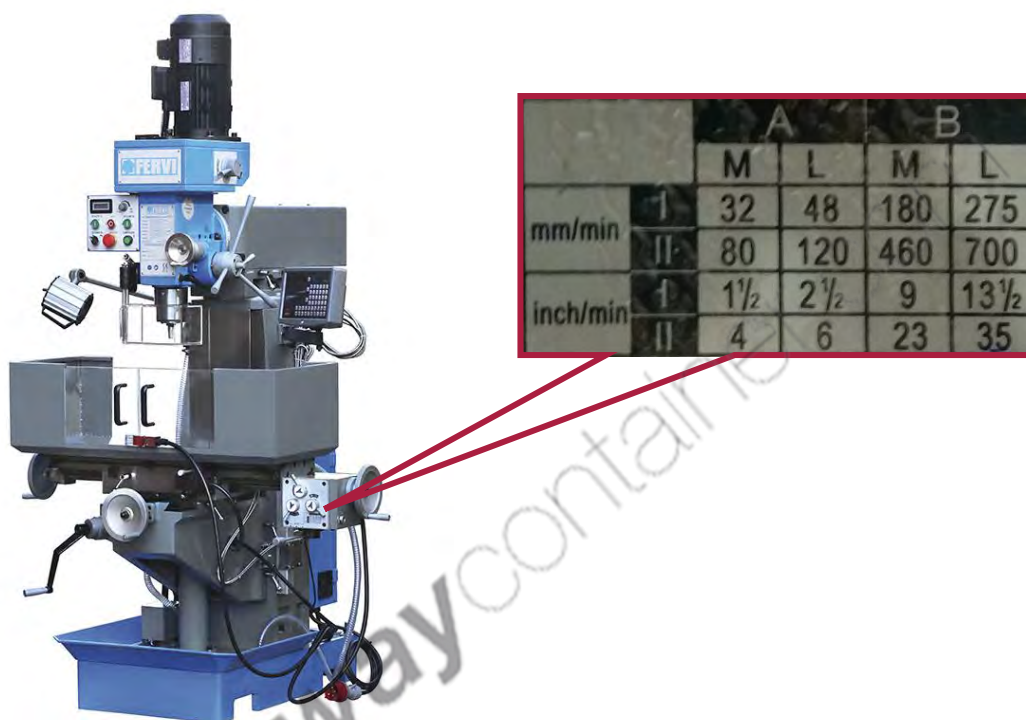
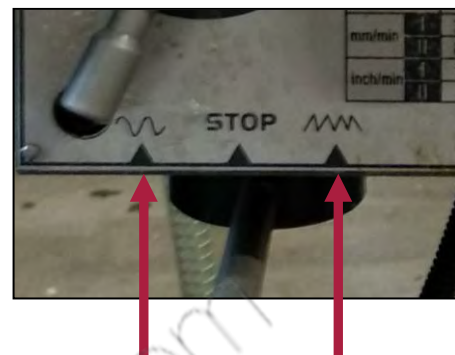
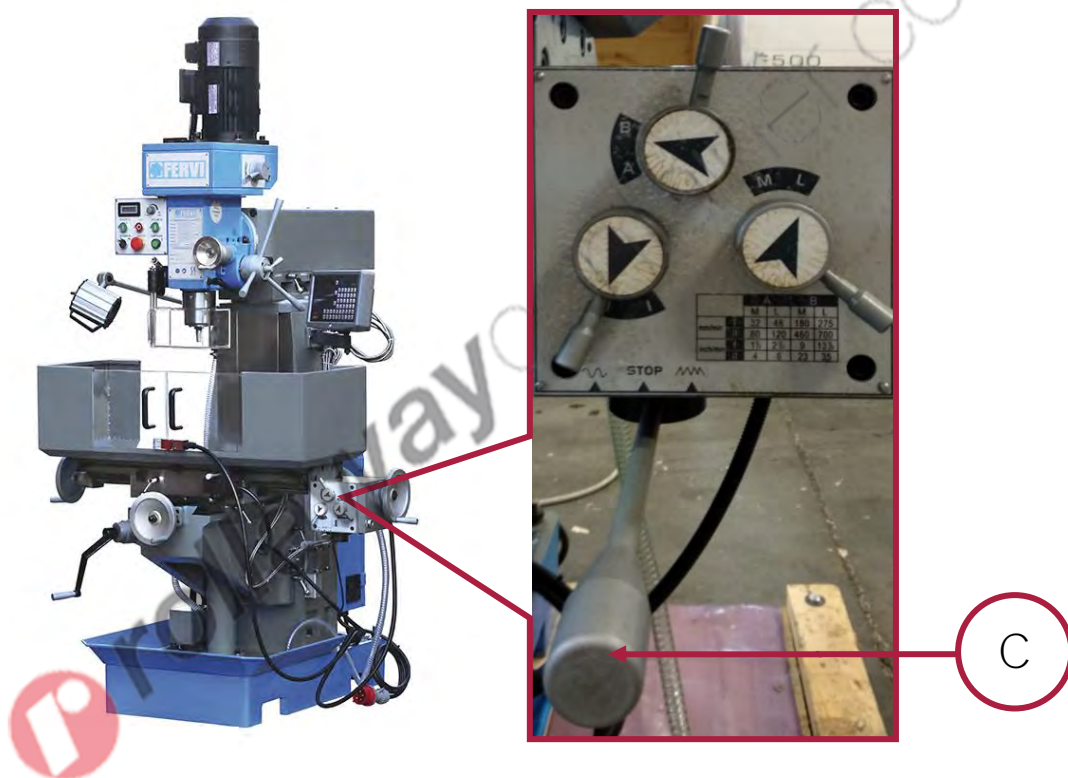

Figura 4 – Targa di indicazione della velocità di avanzamento longitudinale automatica della tavola.
Figura 5 – Tipologie di avanzamento.
Figura 10 - Leve di regolazione della velocità di avanzamento longitudinale della tavola.
- Un avanzamento di lavorazione, (selezione a destra in Figura 5) da utilizzare durante lo svolgimento dell'operazione, con velocità variabile come mostrato in Figura 4;
- Un avanzamento di ritorno "a vuoto" (selezione a sinistra in Figura 5), da utilizzare durante il ritorno dell'utensile in posizione iniziale, senza lo svolgimento di nessuna lavorazione, a velocità fissa.
1. Leggere la configurazione delle leve associata alla velocità di avanzamento desiderata sulla targhetta in figura 4.
3. Posizionare le tre leve in Figura 10 secondo la configurazione corretta.
4. Spostare la leva C in Figura 10 verso sinistra o verso destra in funzione del tipo di spostamento da effettuare, se a vuoto o di lavorazione rispettivamente (vedere Figura 5).